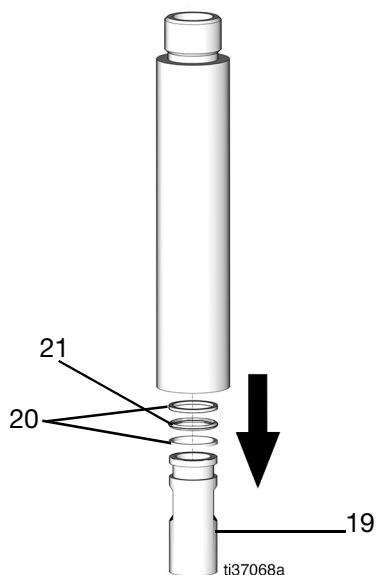

Рис. 41
24. Снимите втулку поршня (19) (Рис. 41).
25. Снимите два (2) вспомогательных кольца (20) и уплотнительное кольцо (21) со втулки поршня (19) (Рис. 41).